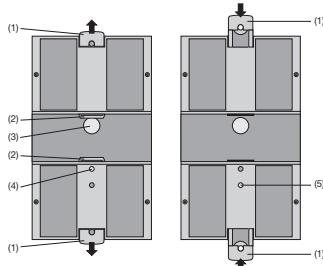

Fig. 5. Fond de l'appareil.
Tirer en dehors les languettes de fixation (1) en enfonceant en même temps le bouton de verrouillage (4) (voir Fig. 5 à gauche). Pour rentrer si nécessaire les languettes de fixation, il faut enficher le bouton de verrouillage (5) et en même temps glisser les languettes de fixation (1) dans la base du boîtier (voir Fig. 5 à droite).